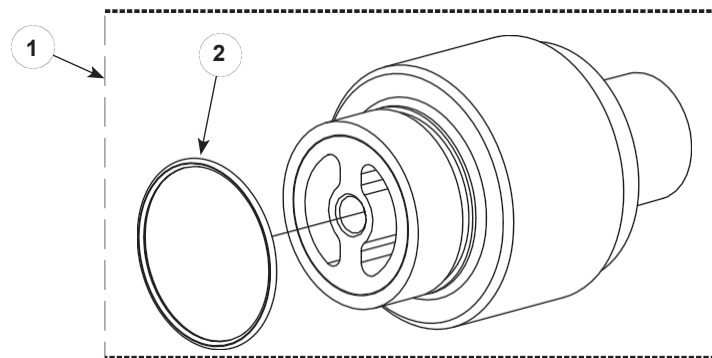

Figura 8-2 Conjunto de soporte del electrodo XD
B. Consulte la Figura 8-2 y la lista de piezas para obtener las piezas de reparación del kit del conjunto de soporte del electrodo XD.
Véase la figura 8-2.